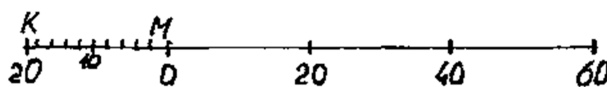

Рис. 1 Оцифровка линейного масштаба
1. Проводят прямую линию длиной 8см (рис.1).
2. На этой прямой откладывают несколько раз отрезок а = 2см (рис. 1).
- а) правую крайнюю точку (М) первого основания принимают за нуль (рис.1);
Малых делений 6.5 (13м : 2м = 6.5) рис.1.